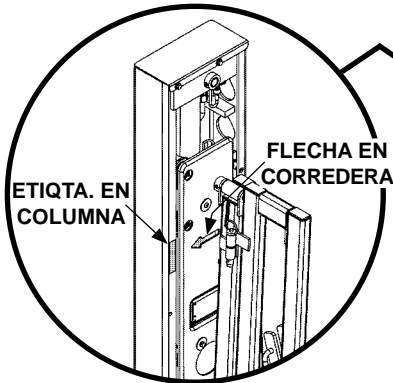

FIG. 26-1B
1. Utilice el interruptor de la columna para elevar (**ARRIBA**) la plataforma (**FIG. 26-1A**) hasta que la flecha en la corredera y la etiqueta de la columna en la columna izquierda estén alineadas (**FIG. 26-1B**).